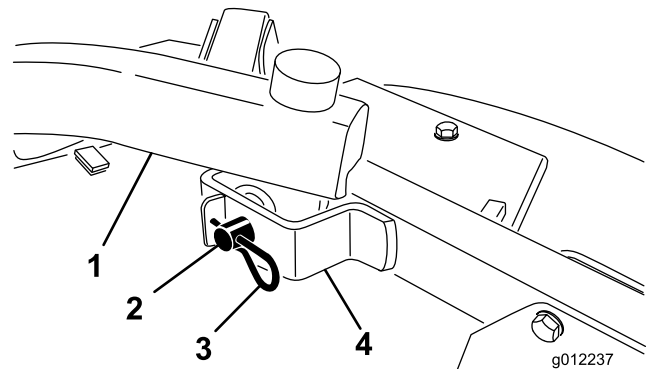

Bild 26
4. Nehmen Sie die Splints und Lastösenbolzen ab, mit denen die Hubarme an den Halterungen der Laufradarme befestigt sind (Bild 26).